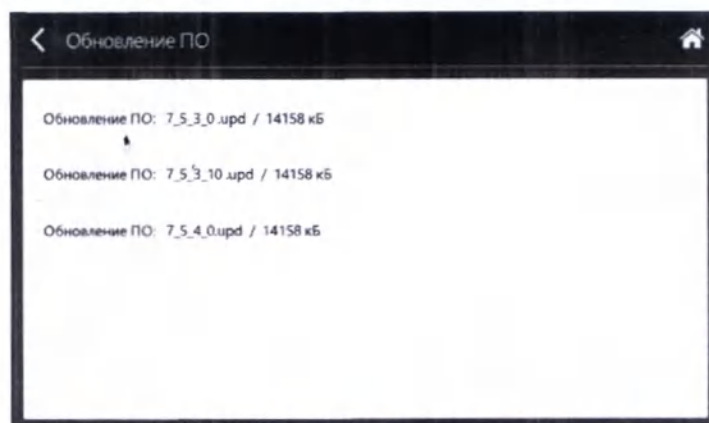

Рис.15.2 – Файл для обновления программного обеспечения
15.7. Выберите пункт с названием файла обновления (рис.15.2) и нажмите «ОК» для подтверждения обновления программного обеспечения (рис.15.2).